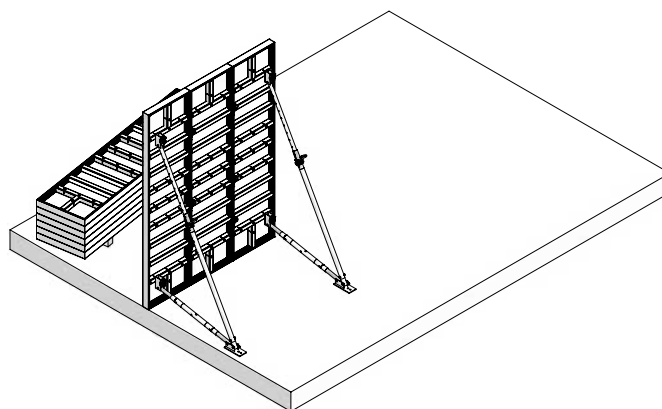

Abb. 40.1
2. Das erste Element aufstellen und mit 2 Richtkonsolen am Boden/Betonfertigteile fixieren, um es gegen Umfallen zu sichern (Abb. 40.1). Der Anschluss der Fußplatte am Boden/Betonfertigteile muss kraftschlüssig sein. Auf Erreich erfolgt die Befestigung mit 2 Erdnägeln, auf Beton mit 2 Schwerlastdübeln.